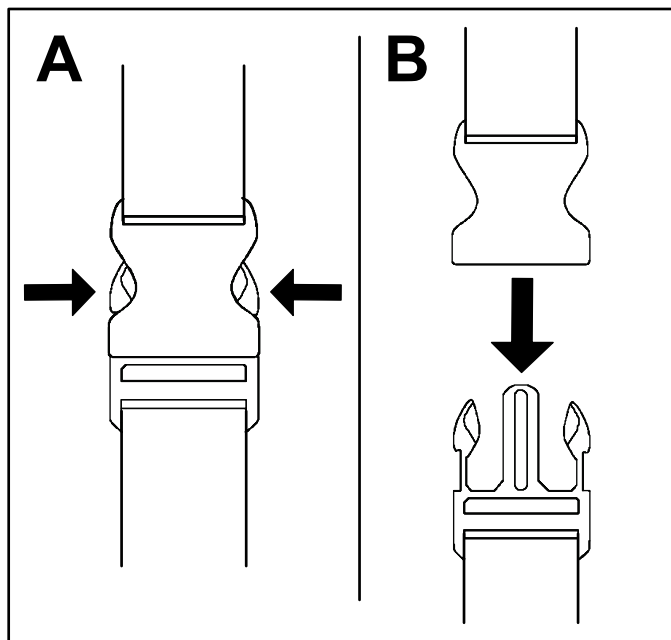

Figure 13
1. Appuyez de chaque côté des boucles (A de Figure 13).
2. Les boucles vont se détacher toutes seules (B de Figure 13).